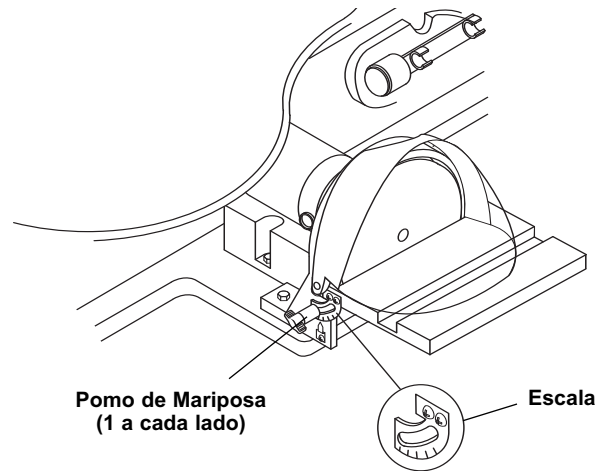

Figura 17. Ajuste del Ángulo de la Mesa Lateral
1. Afloje los pomos de fijación de la mesa lateral y mueva la mesa lateral hasta el ángulo deseado. Hay una escala ubicada debajo del pomo de fijación del lado izquierdo (Figura 17).